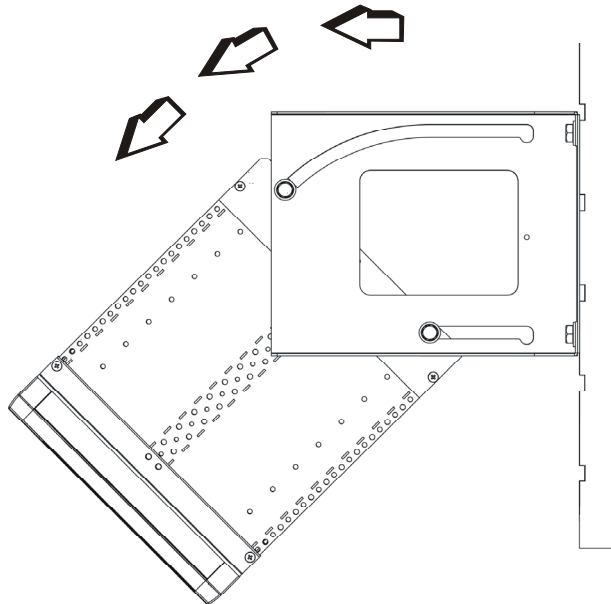

Fig. 8.-
3.- Bascule hacia abajo el subrack. (Fig. 8).
3.- Tilt the subrack down. (Fig. 8)
3.- Basculez le sous-rack vers le bas. (Fig. 8)